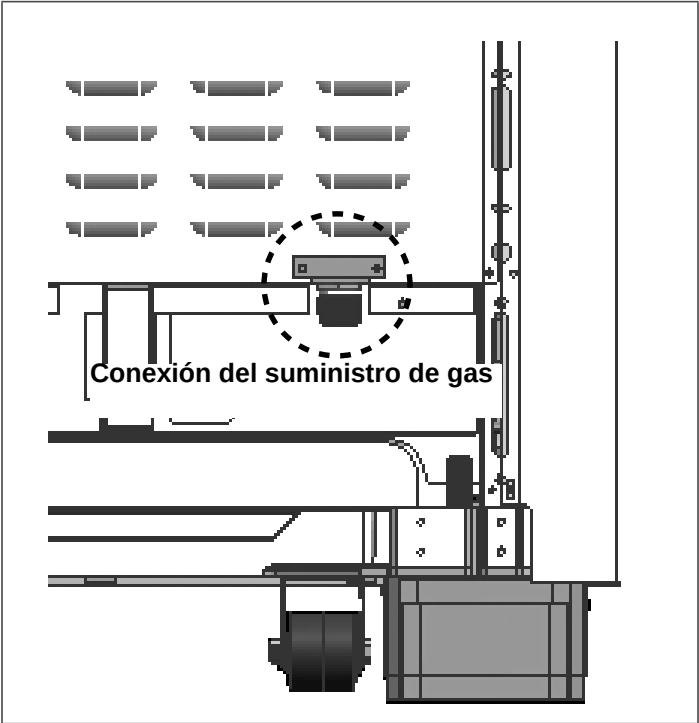

FIGURA 10: Conexión del Colector del Suministro de Gas
- Utilice un conducto flexible de ¾ pulg. (19 mm) entre el suministro de gas y la línea de suministro del aparato. La línea de suministro de gas está ubicada detrás de la estufa, abajo a la derecha. La línea externa de suministro de gas del aparato tiene una rosca de tipo NPT ¾ pulg. (19 mm) y la rosca interna es de tipo NPT ½ pulg. (13 mm) (vea la Figura 10). Tenga cuidado para no torcer el conducto flexible de ¾ pulg. (19 mm) cuando lo doble. La longitud recomendada del conducto flexible es de 48 pulg. (1219 mm). Consulte los códigos locales para conocer mejor las exigencias antes de proceder a la instalación.